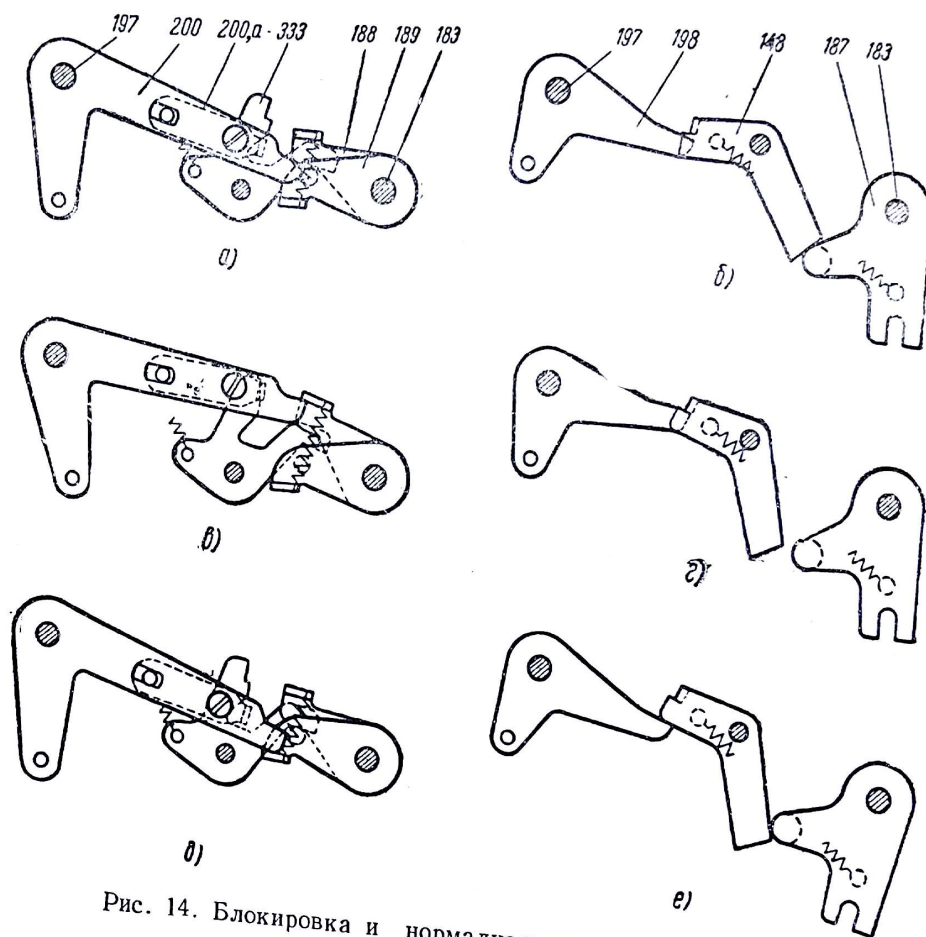

Рис. 14. Блокировка и нормализация оси включения.
1. Своим первым кронштейном 187 отжимает запорный рычаг 148, который пропускает кронштейн, а затем запирает его и соответственно ось включения в рабочем положении (рис. 14, б).
первым кронштейном 198 поворачивает запорный рычаг 148, освобождая ось включения 183 (см. рис. 14, а);
четвертым кронштейном 200 поворачивает свободно укрепленный на оси включения 183 кронштейн 188. При этом пружина, соединяющая третий и четвертый 189 кронштейны, растягивается, создавая дополнительное усилие для более четкой работы при возврате оси включения. Одновременно четвертый кронштейн 200 запирается собачкой 333 в рабочем положении (см. рис. 14, а и в).
Под действием пружин первого и четвертого кронштейнов ось включения 183 возвращается в исходное положение, снимая все блокировки. Одновременно штифт четвертого кронштейна 189 поворачивает запорную собачку 333 (см. рис. 14, б), которая освобождает четвертый кронштейн 200, и ось освобождения возвращается в исходное положение (см. рис. 14, в).